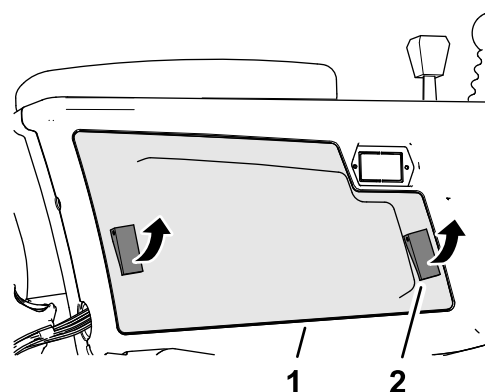

図 99
2. コントロールアームのカバーをコントロールアームに固定しているラッチ2ヶ所を解除してカバーを外す 図 99。